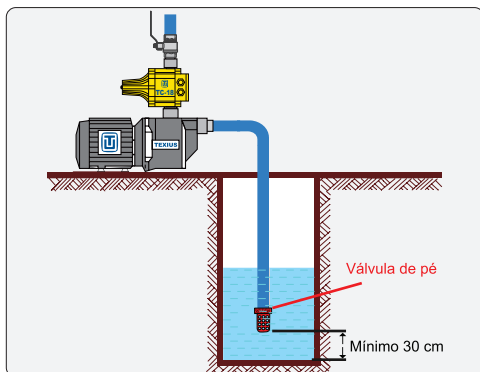

Figura 3
5.13 Quando o pressurizador for instalado acima do nível de captação, a tubulação de sucção deverá prever uma válvula de pé ou crivo (válvula de fundo de poço). A válvula de pé manterá a bomba escorvada, ou seja, manterá a bomba e a tubulação de sucção preenchida com o líquido quando o sistema for interrompido (ver figura 3).
5.14 A válvula de pé deve ficar, pelo menos, 30 cm acima do fundo, no centro do poço ou cisterna e deve-se garantir uma coluna de água suficiente para que não entre ar pela mesma. (ver figura 3).